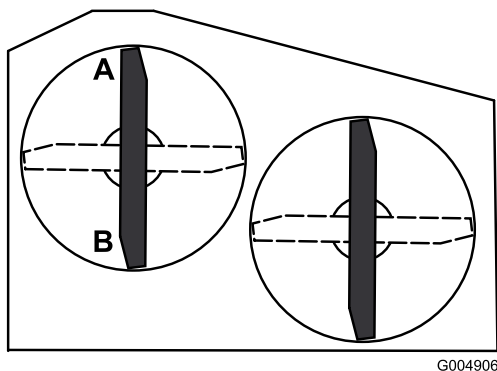

Figure 60
- Tournez une lame dans le sens longitudinal. Mesurez la distance aux points **A** et **B** entre une surface plane et le bord coupant des pointes des lames (Figure 60).
4. Tournez les lames dans le sens longitudinal. Mesurez la distance aux points C et D (Figure 60) entre une surface plane et le bord coupant des lames.